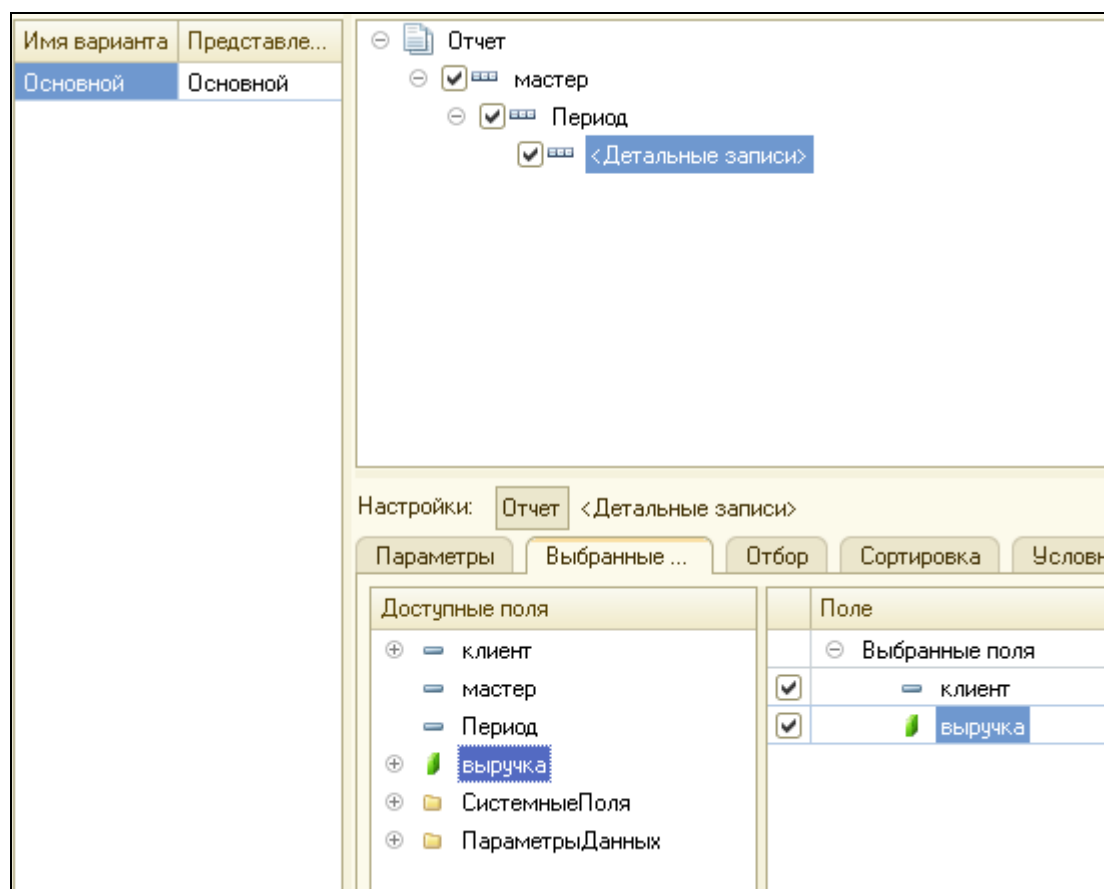

Рисунок 4.28 Создание группировок и выбор полей
11. Перейти на закладку **Выбранные поля**. Добавить в список полей поля Клиент и выручка (рис. 4.28).